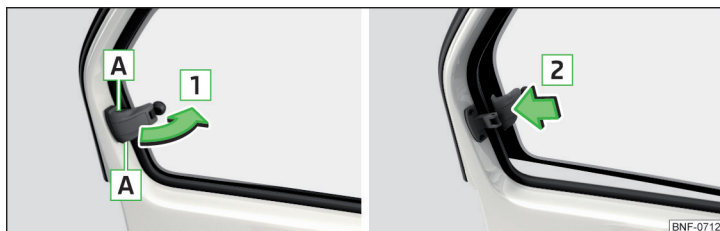

Fig. 37 Deschiderea/închiderea geamurilor din spate
- Pentru **deschiderea** geamurilor, apăsați siguranța din locașul **A** » fig. 37.